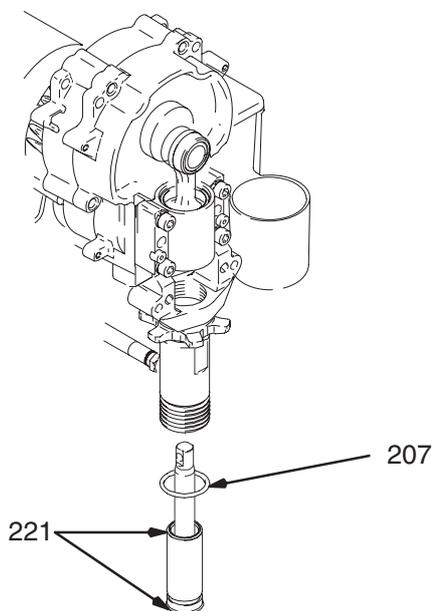

Fig. 19
Fig. 19. Engrase la junta tórica (221) y colóquela en el manguito. Deslice el conjunto del manguito/vástago del pistón en la parte inferior del cilindro. Si lo desea, reemplace la junta tórica (207).